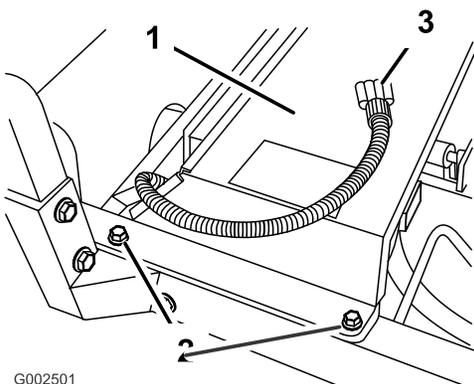

Figura 19
2. Monte a tampa do radiador por cima do radiador do veículo (Figura 19).